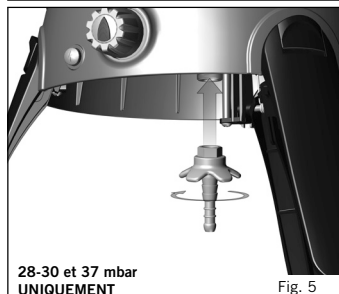

Fig. 5
- **Catégories d'appareil** I 3B/P (30), I 3+ (28-30/37) et I 3B/P (37) : Raccordez la pièce de raccord au robinet au robinet (Fig. 5) en la vissant dans le sens inverse des aiguilles d'une montre. Insérez un tuyau d'un diamètre intérieur de 8 mm sur la pièce de raccord de robinet jusqu'à ce qu'il soit correctement installé. À l'autre extrémité, fixez un détendeur basse pression de 30 mbar (configurations Butane I 3B/P (30) et I 3+ (28-30/37)) ou de 37 mbar (configuration Propane I 3+ (28-30/37)), en vérifiant toujours que le tuyau est enfoncé correctement. Le tuyau utilisé doit être conforme à la norme BS 3212:/ SABS 1156-2 ou équivalent.
- **Catégorie d'appareil I 3B/P (50)** : Vissez un tuyau disposant des bons raccords filetés à chaque extrémité sur le filetage gaz 1/4" main gauche du robinet. Fixez un détendeur à basse pression de 50 mbar adapté à l'autre extrémité du tuyau. Le tuyau utilisé doit être conforme à la norme DIN 4815 partie 2 ou équivalente.